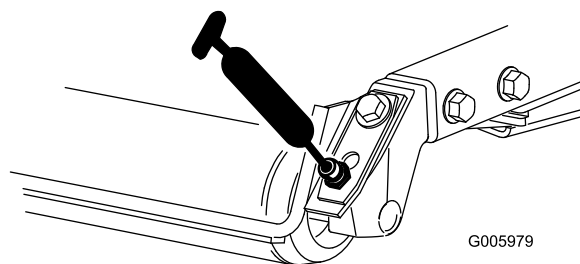

Figura 48
- Cojinetes de los rodillos traseros (2 por unidad de corte) (Figura 48)